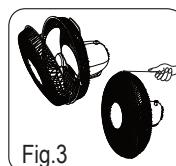

Fig.3
5. Öffnen Sie die Klammern am Vorderen Schutzgitter und setzen das vordere Schutzgitter auf das rückwärtige Schutzgitter (passen Sie auf die Löcher für die Schrauben). Ziehen Sie die Feststellschrauben fest. (Abb. 3)